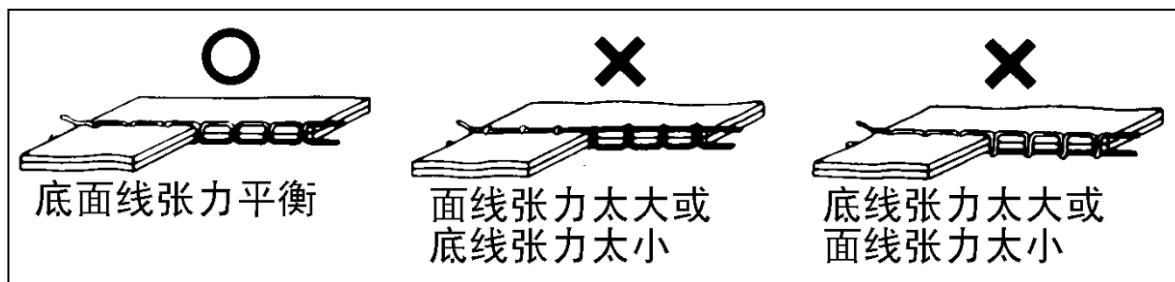

图 5
- (1) 取出梭芯：拧开梭床盖，打开梭芯套，取出梭芯；
- (2) 安装梭芯：将梭芯装入梭芯套中，在确保梭芯朝左运转的同时，将梭芯上的线头拉出。
9、缝线张力的调整：（图 5）